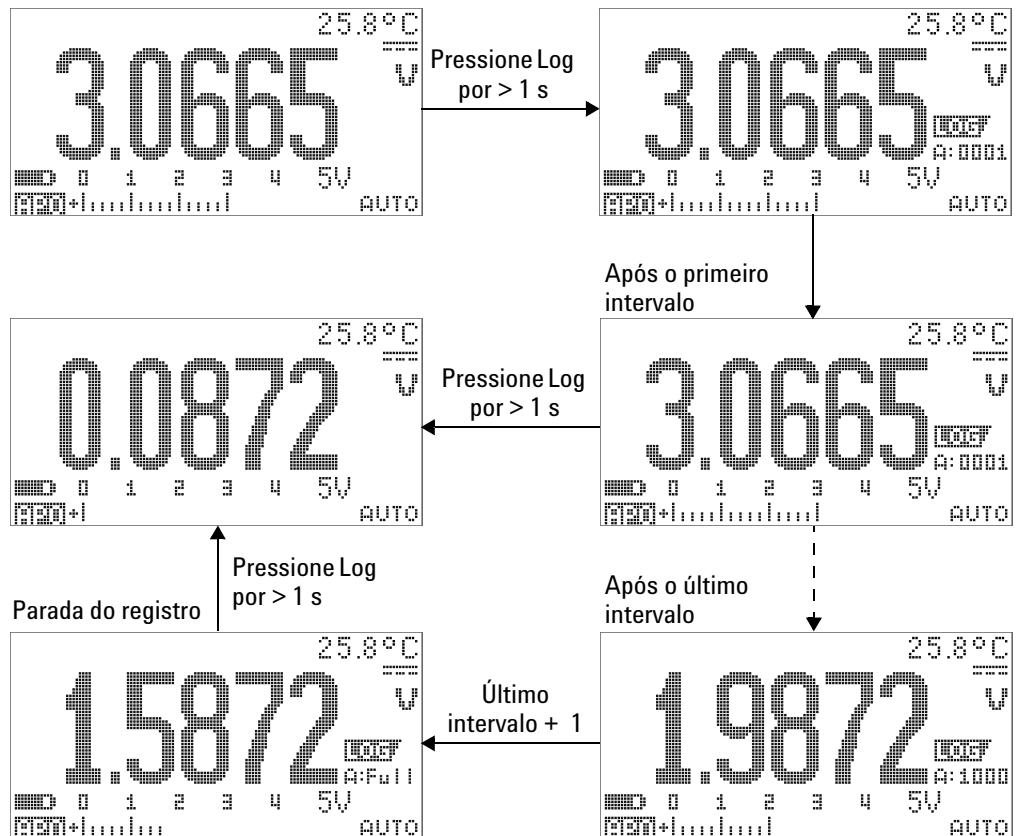

Figura 3-10 Operação do modo de registro em intervalos (time)
- 1 Pressione  por mais de um segundo para armazenar o valor e a função atuais da exibição principal na memória do medidor.  e o índice de registro são indicados. As leituras subseqüentes são automaticamente registradas na memória no intervalo (LOG TIME) especificado no modo Setup. Consulte a Figura 3-10 na página 76 para saber como operar esse modo.